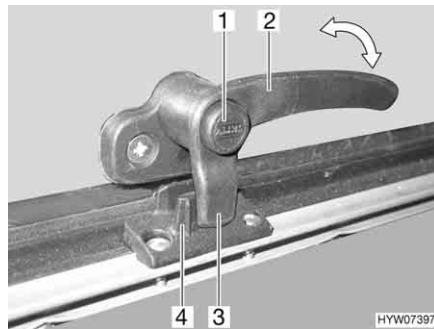
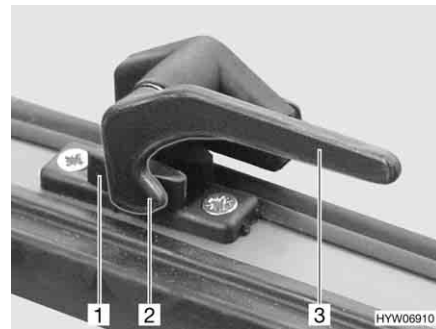

Fig. 78 Leva di serraggio con bottone di sicurezza in posizione "Chiuso"
Fig. 79 Leva di serraggio in posizione "Chiuso"
- Se presente, premere e tenere premuto il bottone di sicurezza (Fig. 78,1).
- Ruotare la leva di serraggio (Fig. 78,2 o Fig. 79,3) di un quarto di giro verso il centro della finestra.
- Ruotare la leva di serraggio (Fig. 78,2 o Fig. 79,3) di un quarto di giro verso il telaio della finestra. Il nasello di chiusura (Fig. 78,3 o Fig. 79,2) della leva di serraggio si trova completamente sul lato interno della chiusura della finestra (Fig. 78,4 o Fig. 79,1).
- In posizione "Completamente chiusa" (Fig. 78 e Fig. 79)